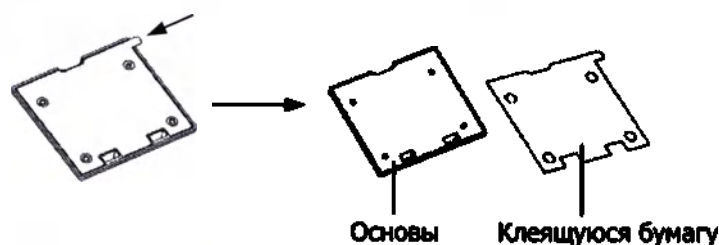

Рис. 11-10
- (1) Вытяните **Клеящуюся бумагу** из **Основы**, как показано стрелкой в верхнем левом углу Рис. 11-10.